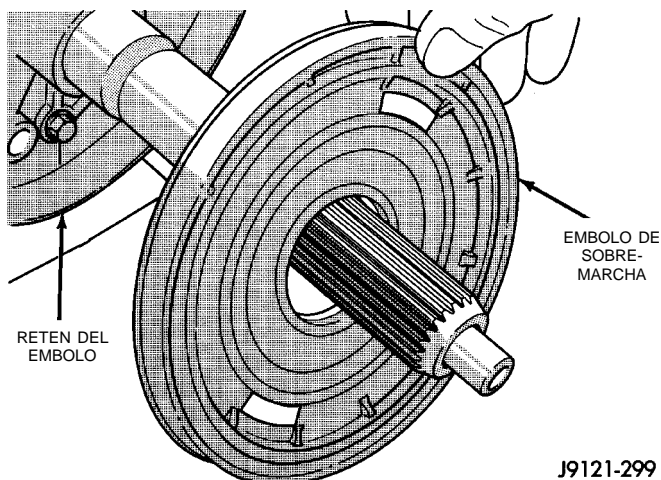

Fig. 201 Desmontaje del émbolo de sobremarcha
(3) Retire el émbolo de sobremarcha del retén (Fig. 201).